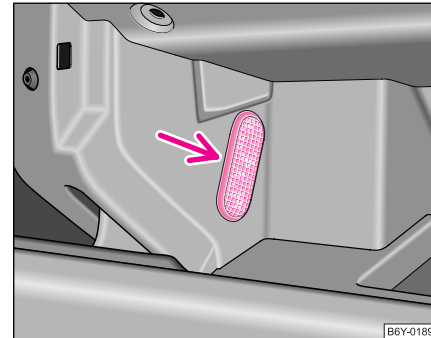

Abb. 171 Leuchte im Ablagefach auf der Beifahrerseite ausbauen
- Ein Messer oder Schraubendreher seitlich zwischen Leuchte und Ablagefach schieben ⇒ Seite 237, Abb. 171. Leuchte vorsichtig heraushebeln.